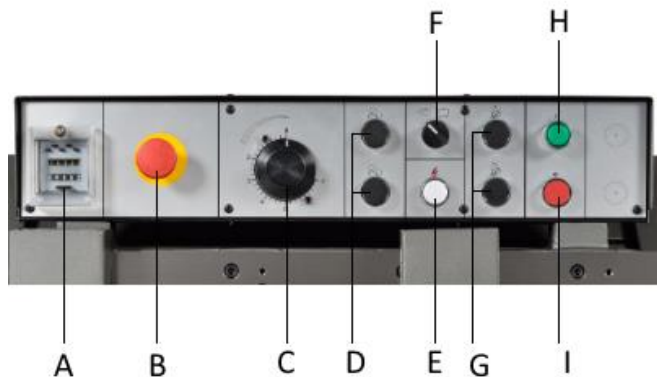

Рис. 2
- Переведите переключатель (F, рис.2) на ручной режим работы.
- Поднимите раму пилы (D, рис.2) и зажмите заготовку в тисках.
- Установите регулятор подачи рамы (C) на требуемую величину. **ВНИМАНИЕ!** Слишком большая скорость подачи приводит к чрезмерному врезанию пилы и выходу полотна из строя.
- Нажмите кнопку «Пуск» (H, рис.2). Пила начнет движение, рама будет опускаться с выбранной скоростью. Скорость подачи рамы можно регулировать в процессе работы.
Поднимите пильную раму зафиксируйте её (закройте регулятор подачи C, рис.2).